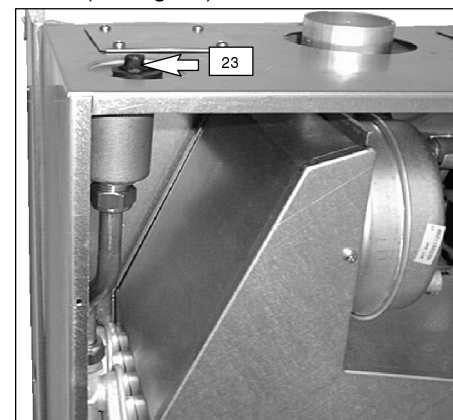

fig. 4.5
- 8 Allentare il tappo della valvola di sfiato automatico (23 in fig. 4.5).